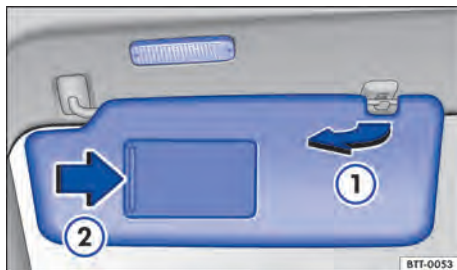

Fig. 74 Para-sol
- Retirar do suporte e girar na direção das portas → Fig. 74 ①.
No para-sol rebatido para baixo há um espelho de cortesia atrás de uma cobertura. Ao abrir a cobertura → Fig. 74 ② uma lanterna se acende.